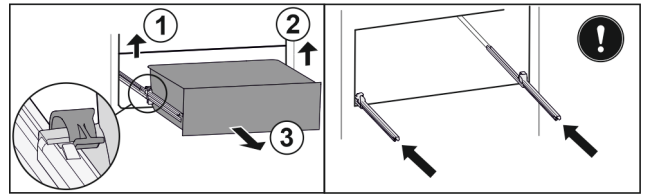

Fig. 43
- Soulever la bride gauche et tirer dans le même temps la partie gauche du tiroir vers l'avant. Fig. 43 (1)
- Soulever la bride droite et tirer dans le même temps la partie droite du tiroir vers l'avant. Fig. 43 (2)
- Retirer le tiroir par l'avant. Fig. 43 (3)